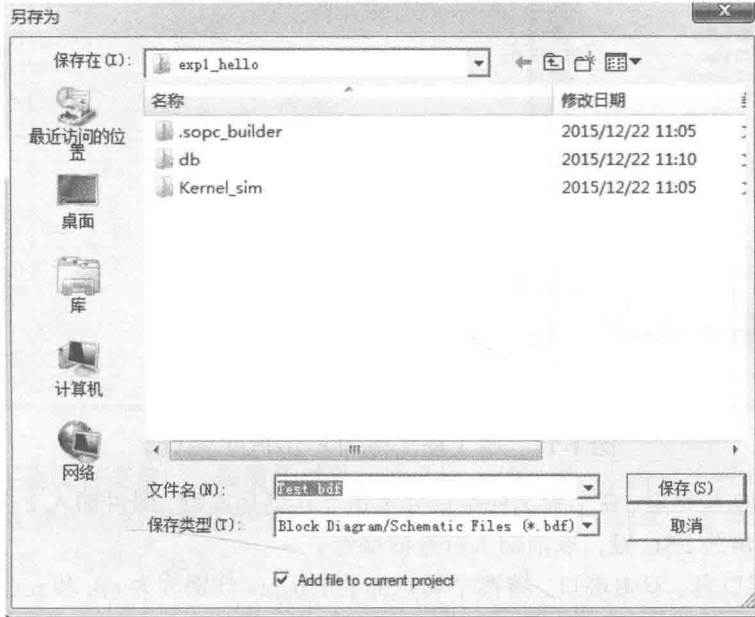
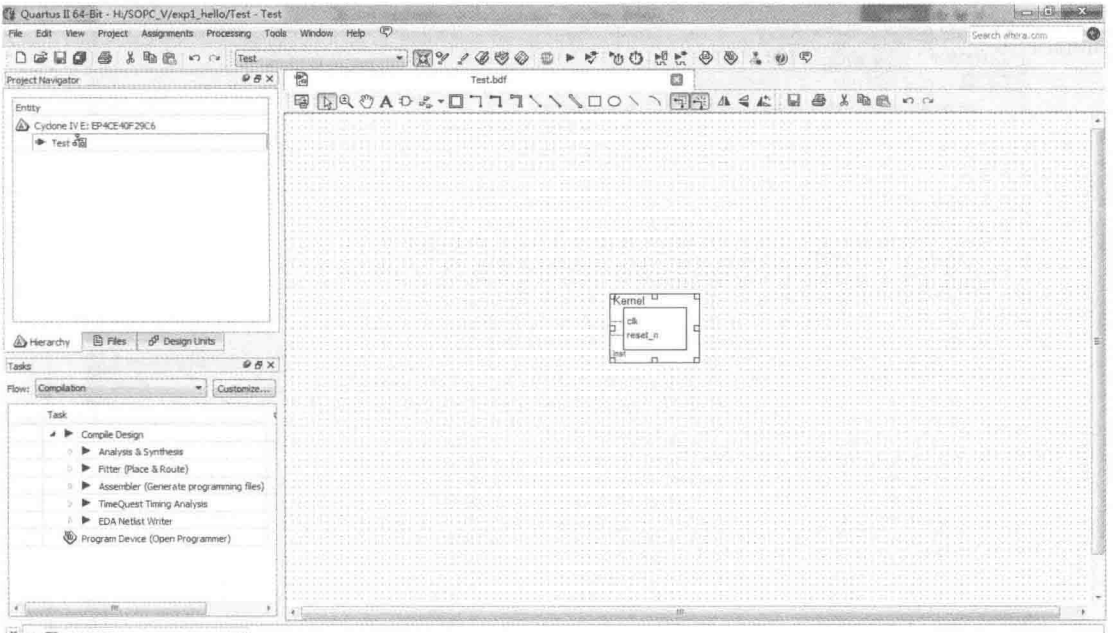

图 1-15 保存工程文件
图 1-16 添加 Kernel 系统后的工程文件界面
(17) 点击 OK 按钮，添加 SOPC Builder 产生的 Kernel 内核到创建的工程文件中。
(18) 点击 File 菜单下的 Save (也可直接点击工具栏上的存盘按钮)，此时会弹出如图 1-15 所示的对话框，直接点击保存即可。此时的工程文件如图 1-16 所示。